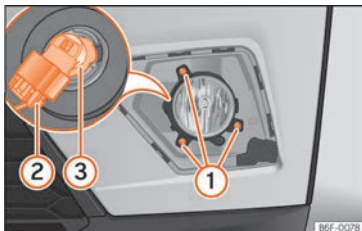

Abb. 58 Nebelscheinwerfer: Lampenhalter ausbauen
- Entfernen Sie die 3 Schrauben » **Abb. 58** (1) und ziehen Sie den Nebelscheinwerfer ab.
- Ziehen Sie den Stecker von der Lampe (2) ab.
- Drehen Sie die Lampenfassung (3) nach links und ziehen Sie.